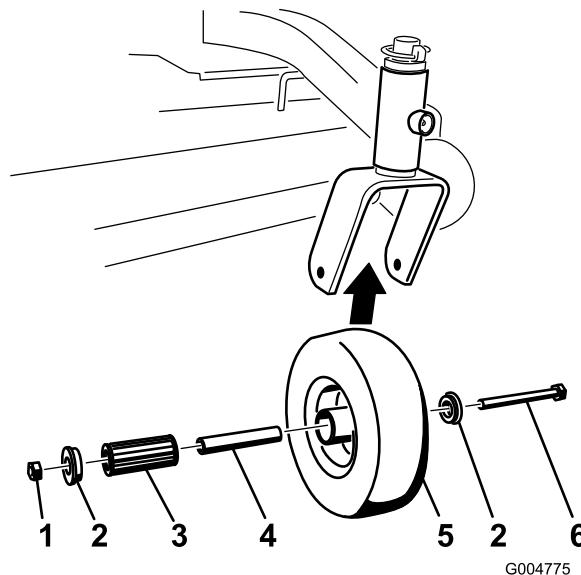

Figure 59
1. Enlevez le contre-écrou et le boulon de fixation de la roue pivotante à la chape (Figure 59).
2. Enlevez une bague, puis sortez la douille pour clé et le roulement à rouleaux du moyeu de roue (Figure 59).
3. Enlevez l'autre bague du moyeu, puis nettoyez la graisse et les saletés éventuellement présentent dans le moyeu (Figure 59).
4. Examinez l'usure du roulement à rouleaux, des bagues, de la douille pour clé et de l'intérieur du moyeu. Remplacez les pièces endommagées ou usées (Figure 59).
5. Pour le remontage, placez une bague dans le moyeu de la roue. Lubrifiez le roulement à rouleaux et la douille pour clé, et insérez-les dans le moyeu. Mettez la deuxième bague dans le moyeu (Figure 59).
6. Montez la roue pivotante dans la chape à l'aide du boulon et du contre-écrou. Serrez le contre-écrou jusqu'à ce que la base de la douille pour clé soit en appui contre l'intérieur de la chape (Figure 59).